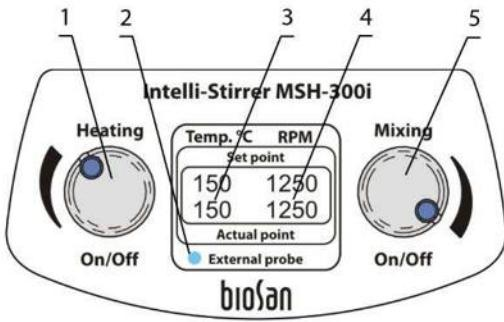

Рисунок 2. Панель управления
- Слева (рис. 2/3): температура, сверху отображается выставленная, снизу – текущая температура поверхности (или жидкости, если подключен внешний датчик);
- Справа (рис. 2/4): скорость перемешивающего элемента, сверху – выставленная, снизу – текущая.
- Установка температуры плиты. Используя рукоятку нагрева **Heating** (рис. 2/1), включите нагрев и установите требуемую температуру (линейно, в диапазоне от 30 до 330 °C). Индикатор **Actual point** начинает мигать (4 раза в секунду), пока устройство не достигнет заданной температуры.
5.5. Установка внешнего датчика температуры. Подсоедините датчик к разъёму на задней стороне прибора. На панели управления загорится индикатор **External probe** (рис. 2/2), это значит, что контроль температуры проводится через внешний температурный датчик. Закрепите датчик с помощью держателя на штативе SR-1. Поместите конец датчика в жидкость.
Внимание! Если индикатор **External probe** (рис. 2/2) мигает, то датчик не со-прикасается с нагреваемой жидкостью и платформа достигла своей максимальной температуры в 340°C. Это может вызвать аварийную ситуацию. Опустите датчик в жидкость или выключите прибор.
- 5.6. Используя рукоятку **Mixing** (рис. 2/1), включите режим перемешивания и установите требуемую скорость.